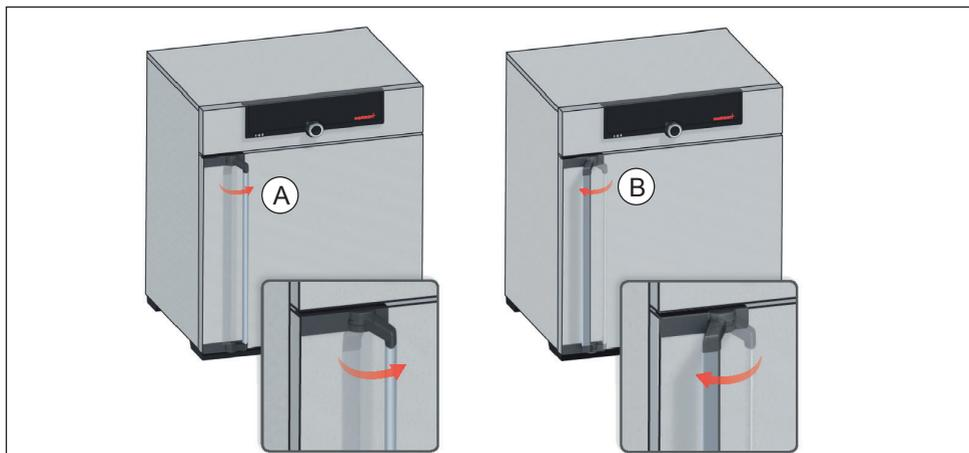

Abb. 12 Tür öffnen und schließen
- ▶ Zum Öffnen der Tür Türgriff zur Seite ziehen (je nach Türvariante links oder rechts, Abb. 12, A) und Tür ganz aufmachen.
- ▶ Zum Schließen Tür zudrücken und Türgriff zur Seite drücken (B).